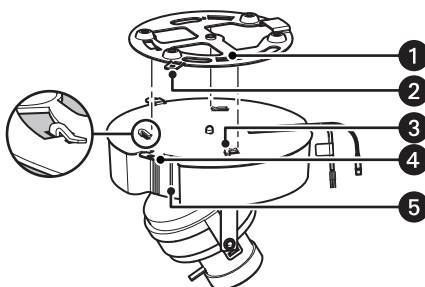

Figura 8. Montando a câmera no acessório da câmera
- ❶ Caixa de junção 4 x 2
- ❷ Acessório da câmera
2. Monte a câmera (consulte a Figura 8 na página 21):